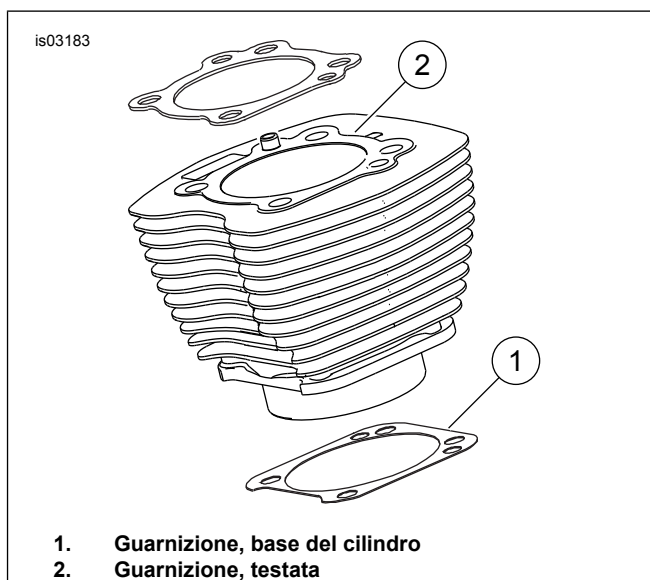

Figura 1. Guarnizioni del cilindro
- Vedere Figura 1 La guarnizione (1) da 103,1 mm (4 in) della base del cilindro e quella della testata (2) eliminano la necessità di usare anelli di tenuta O-ring. Non utilizzare anelli di tenuta O-ring su perni di riferimento o su codoli dei cilindri.
- Installando una nuova guarnizione di base (1), collocarla con il lato goffrato rivolto verso il basso e il lato concavo verso l'alto.